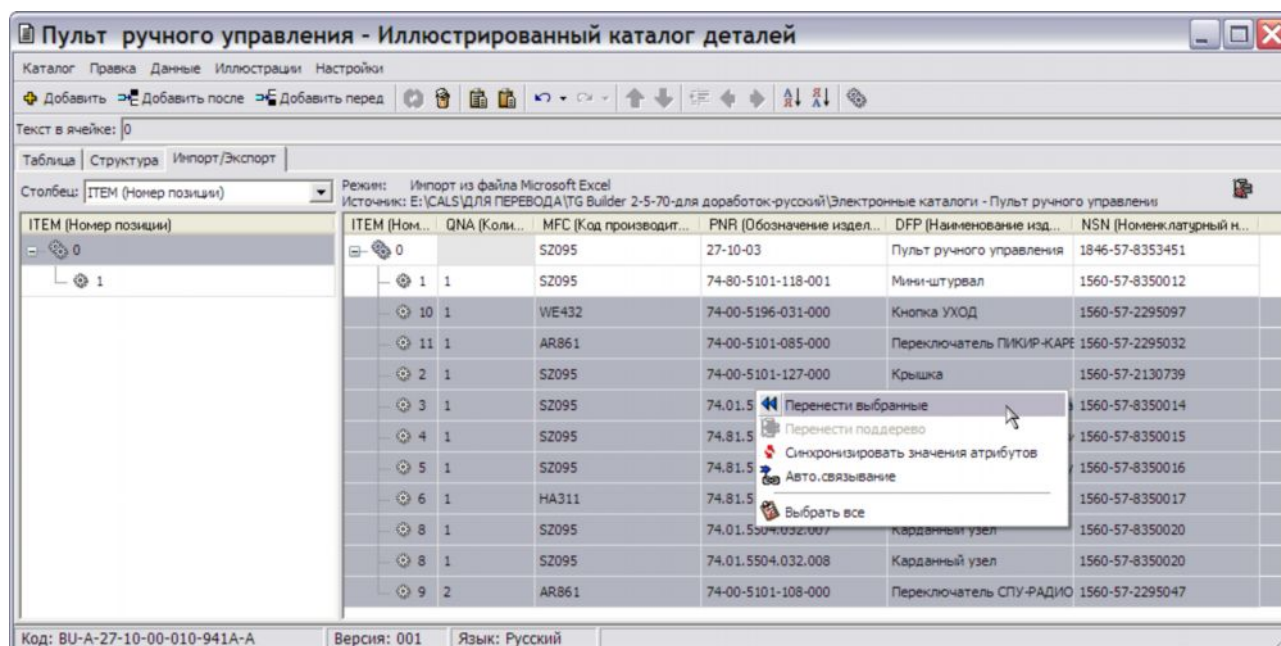

Рис. 4.28
18. В левом окне выделите позицию, в которую будут входить импортируемые строки. В данном примере – это корневой элемент (Рис. 4.28).
19. В правом окне выделите строки, которые необходимо перенести из таблицы в каталог (Рис. 4.28).